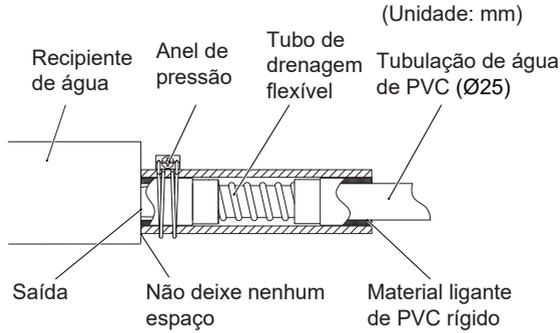

Fig. 7-1
5. Não faça uso excessivo da força quando for conectar os tubos de drenagem, assim você evita danos à unidade principal. A retirada transversal dos tubos de drenagem deve ser mantida dentro de 20 m. Além disso, defina um ponto de apoio a cada 0,8-1,0 m, para evitar a curvatura dos tubos de drenagem (consulte a Fig. 7-2a); use tubos de polietileno (PE) rígido para conectar os tubos de drenagem e os tubos de conexão, e use os tubos de conexão para prender os tubos de drenagem (consulte a Fig. 7-1).
6. Para evitar condensação, não deixe nenhum espaço entre os tubos de drenagem e o corpo da MS-Box (consulte a Fig. 7-1).